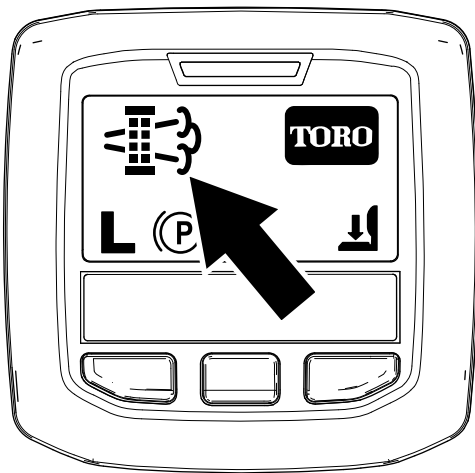

Figura 48
- Cuando el ordenador del motor solicita una regeneración con la máquina aparcada o una regeneración de recuperación, aparece el icono de solicitud de regeneración (Figura 48) en el InfoCenter.